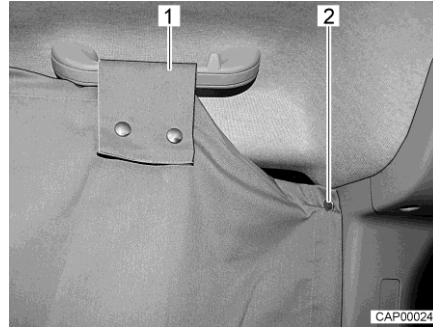

Bild 19 Mörkläggningsgardin för förarhytt på sidoruta
- Fäst mörkläggningsgardinen för förarhytt på en sida av förarhytten. För detta fäst två tryckknappar (Bild 19,2) bakom sidorutan på B-stolpen.
- Lägg öglor (Bild 19,1) över handtaget ovanför sidorutan och fäst med tryckknappar.